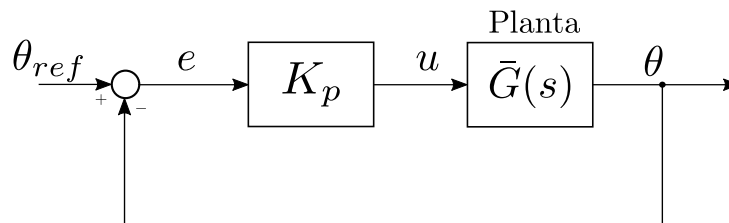

Figura 4: Diagrama de blocos de MF para o controle de posição angular.
- Projete um controlador proporcional para a posição angular, isto é considerando a função de transferência  $\bar{G}(s) = \Theta(s)/U(s)$ , de modo que  $MS = 40$  %. A Figura 4 ilustra o sistema de controle a ser projetado